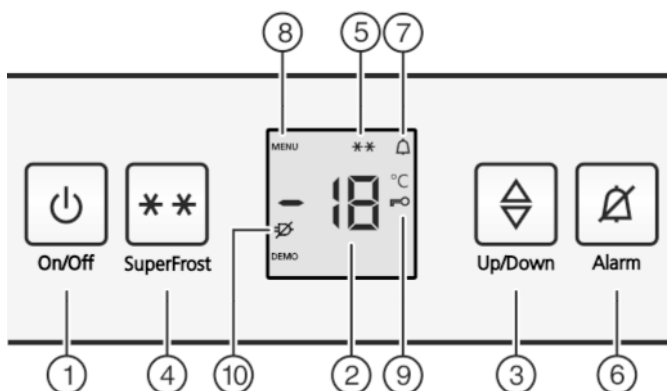

Fig. 2
- ▶ Stiskněte tlačítko On/Off Fig. 2 (1).
- ▶ Zapnutí seřizovacího režimu: Stiskněte tlačítko SuperFrost Fig. 2 (4) asi na 5 sekund.
- ▷ Na displeji se zobrazí Symbol menu Fig. 2 (8).
- ▶ Potvrďte krátce tlačítkem SuperFrost Fig. 2 (4).
- ▷ Na displeji svítí Symbol dětské pojistky Fig. 2 (9).
- ▶ Stiskněte krátce tlačítko On/Off Fig. 2 (1).
- ▷ Symbol dětské pojistky SuperFrost Fig. 2 (4) zhasne.
- ▷ Symbol dětské pojistky Fig. 2 (9) zhasne.
- ▶ Stiskněte tlačítko Alarm *Fig. 2 (6)*.
Současně bliká ukazatel teploty a symbol Alarm *Fig. 2 (7)*.
Výstražný bzučák se vypne automaticky, symbol Alarm *Fig. 2 (7)* se vypne a ukazatel teploty přestane blikat, když je teplota zase dostatečně nízká.